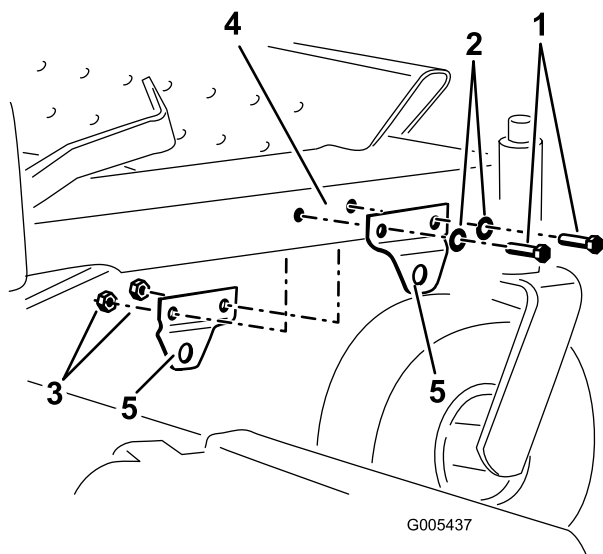

Figura 5
7. Instale los dos soportes más pequeños al bastidor según se muestra en Figura 5, sin apretar del todo los herrajes. Oriente los soportes de manera que la sección desplazada quede por fuera.